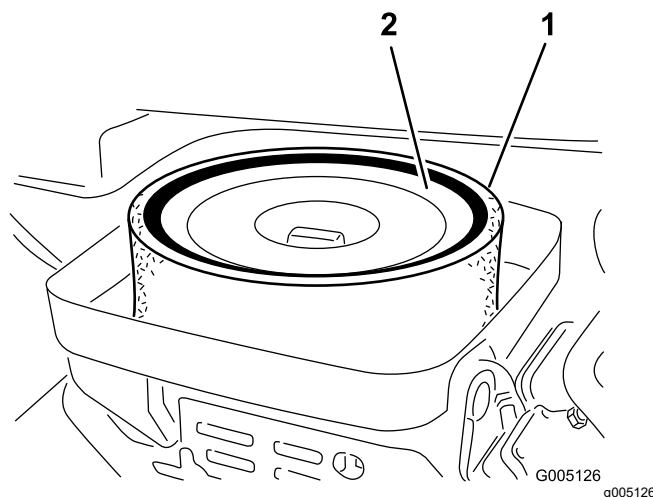

Bild 26
3. Entfernen Sie die Flügelmutter, mit der die Einsätze am Luftfiltergehäuse befestigt sind (**Bild 26**).
4. Nehmen Sie einen verschmutzten Schaumeinsatz vorsichtig vom Papiereinsatz ab (**Bild 26**). Reinigen Sie ihn gründlich wie folgt: